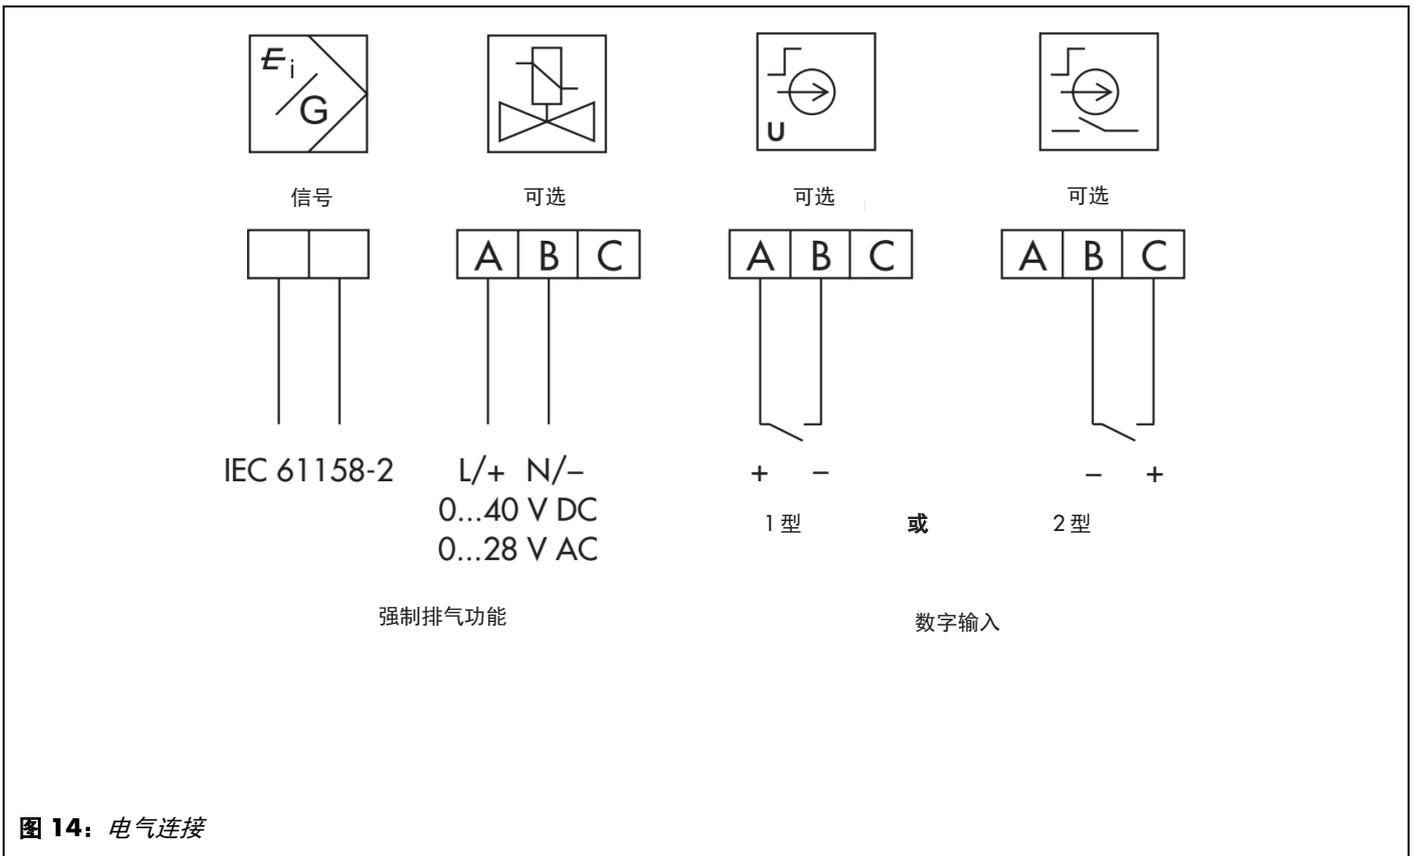

图 14: 电气连接
仅可使用一个数字输入(要么 1，要么 2) (见 第 49 页图 14)。
3. 如外壳终端接线图所示，将线缆连接至终端 (见第 49 页图 14)。